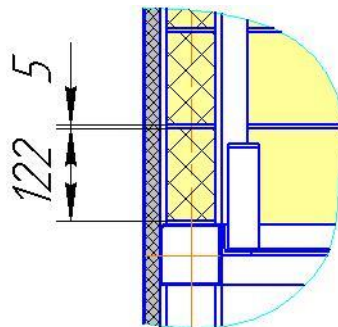

Рис. 6. Кладка вертикальных стенок кирпича
4. Выполнить кирпичную кладку на вертикальных боковых и задней стенках гриля (рис.6). Кладку выполнить на огнеупорной смеси с толщиной около 3...5 мм в семь кирпичей до полного заполнения ручья под его установку. В противном случае придется резать кирпич для обеспечения полного заполнения ручья. Кирпич в ручьи заводится сверху через окна. Кирпич необходимо прижимать к дальней вертикальной стенке, т.к. на следующем этапе сборки все зазоры между ближней полкой ручья и кирпичом закроются декоративной накладкой. Если возникают трудности с установкой кирпича в ручьи, то подрезать кромки кирпича с помощью специального алмазного круга.